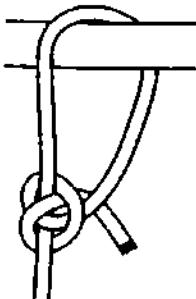

Рис. 523. Затягивающийся штык.
**Затягивающийся штык** – это коровий штык, ходовой конец которого расположен несколько иначе – он проходит поверх первого полу штыка и пропускается в рабочую петлю (рис. 523). **Затягивающийся штык** как регулируемая петля хорошо работает даже на жёстких верёвках – туго затянутый узел отлично схватывает коренную часть верёвки и петля сохраняет заданный размер. Узел затягивающегося штыка,
**Якутский узел**, в общем-то, рассчитан на средние нагрузки. При очень сильном натяжении или после очень резкого сильного рывка он может вывернуться и тогда узел примет форму затягивающегося штыка (рис. 523). Ходовой конец у петельки якутского узла следует оставлять подлиннее, чтобы узел полностью не развязался. Тем не менее, это очень надёжный узел для привязывания домашнего скота – как бы сильно животное ни билось, узел